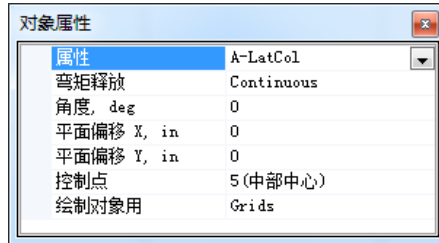

图 3-12 柱对象属性对话框
2. 使用绘图>绘制梁/柱/支撑对象>快速绘制柱命令。弹出如图 3-12 所示的对象属性对话框，停靠在窗口的左下角。